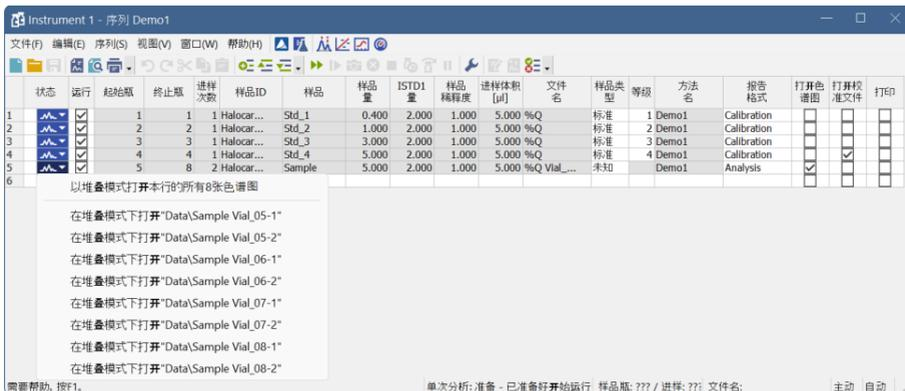

图16: 重叠模式下打开色谱图
- 要验证序列设置的正确性，请单击  图标 ⑥。**Clarity Amino** 工作站将行开头的符号更改为绿色 ()，这意味着这些行已准备就绪，如果检测到问题，则会显示错误/警告  消息。错误/警告  消息附有每种情况的更正列表，指导您在继续操作之前需要解决的问题。
- 单击  图标 ⑦ 运行序列。活动序列的状态将更改为等待进样。一旦检测到来自自动进样器的就绪信号，序列运行将开始。
- 已经完成运行的行的状态将从绿色字段 () 更改为带有小色谱图的图标 ()。运行过程中，图标是橙色的。如果从这一行得到色谱图，则图标中将出现一个小三角形 。鼠标左键单击三角形将会显示打开色谱图的选项。您可以点击色谱图的名称去打开色谱图或选择所需要重叠的色谱图来打开这些色谱图，如图所示第26页第图16。